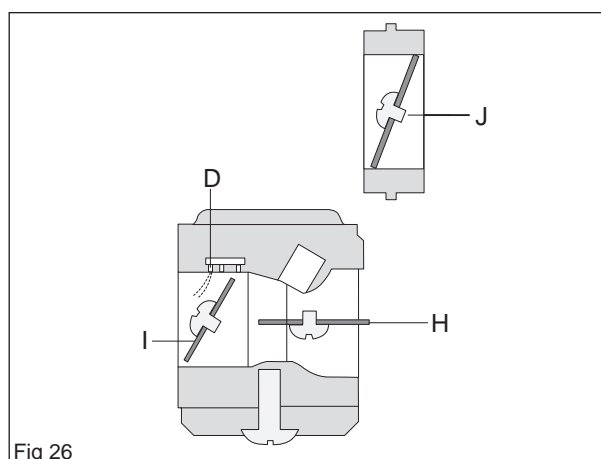

Fig 26
L'air est aspiré à travers une ouverture dans la soupape d'étranglement et une petite quantité de carburant est distribuée par le diffuseur (D) (voir la figure 26).